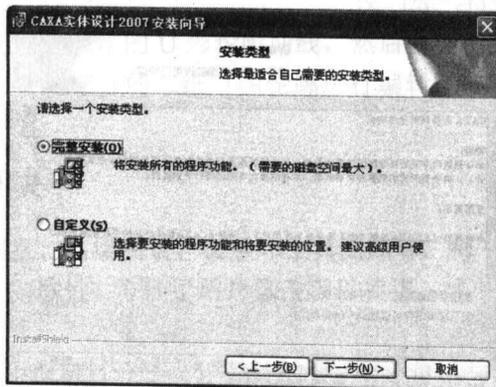

图 1-7 【安装类型】界面
(6) 单击 **下一步(N) >** 按钮进入【安装类型】界面，选中【完整安装】单选按钮，如图 1-7 所示。